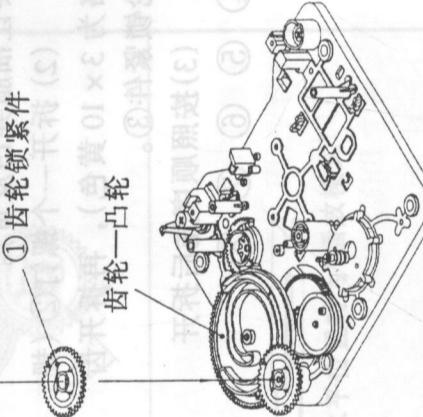

Fig. 1
- (1) 装配齿轮锁紧件①时要使其“B”部分与齿轮凸轮的“A”轮廓部分相接触(见图 1)。
- (2) 紧固螺钉②。
(3) 当螺钉②被紧固之后，可以试着转动①向左或向右。如果转动，这就是正常的情况。